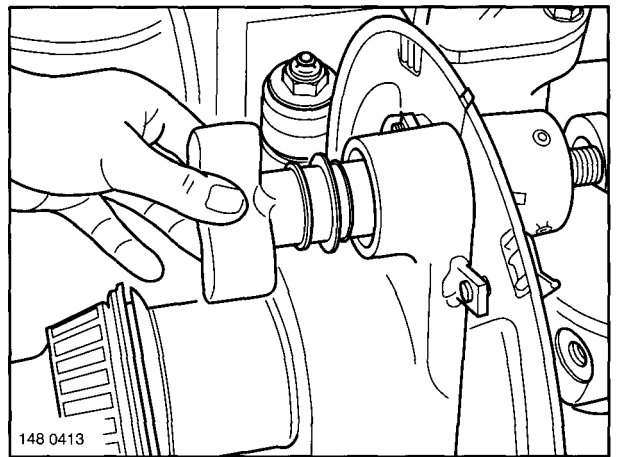
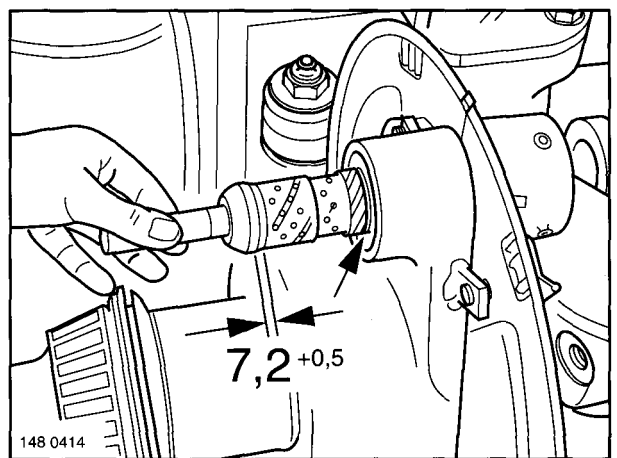

Fig. 13
Fig. 14
- (1) Remove the hub cap and spread or take out the brake shoes (see the workshop handbooks for the corresponding rigid axles).
- (2) Unscrew the lock nut from the brake camshaft. Pull off the slack adjuster.
- (3) If necessary, take the circlip out of the groove in the brake camshaft.
- (4) Withdraw the brake camshaft from its bearing (Fig. 13).
- (5) Remove the sealing washers from the brake camshaft and fit new ones.
- (6) Check the bushes in the brake carrier and change them, if necessary. Press in new outer bushes with ring groove (Fig. 14/arrow), facing the lubrication nipple, using a driver mandrel (BPW No. 05.001.04.04.0). The bush must finish 7.2 + 0.5 mm inside the brake carrier housing (Fig. 14). Firmly drive the new inner short bush into the brake carrier.
- (1) Démontez le moyeu de roue, écartez les mâchoires de frein ou les démonter (voir les manuels de réparation des essieux rigides correspondants).
- (2) Dévisser l'écrou de sûreté de l'arbre à came, enlever le réglage de levier de frein.
- (3) Le cas échéant, retirer la bague d'arrêt de la rainure de l'arbre à came.
- (4) Extraire l'arbre à came de frein de son palier (figure 13).
- (5) Enlever de l'arbre à came les rondelles d'étanchéité et les remplacer par des neuves.
- (6) Contrôler les douilles dans le support de frein et les remplacer si nécessaire. A l'aide du mandrin (n° BPW 05.001.04.04.0), emmancher la douille extérieure neuve, avec sa gorge orientée vers le graisseur (figure 14/flèche). Le coussinet doit dépasser vers l'extérieur de 7,2 + 0,5 mm (figure 14). Emmancher la douille intérieure neuve à ras, dans le support de frein.
- (1) Radnabe abbauen, Bremsbacken spreizen, ggf. abbauen (siehe Werkstatthandbücher der entsprechenden Starrachsen).
- (2) Sicherungsmutter der Bremsnockenwelle abschrauben, Gestängesteller abziehen.
- (3) Sicherungsring ggf. aus der Nut der Bremsnockenwelle herausnehmen.
- (4) Bremsnockenwelle aus der Lagerung herausziehen (Fig. 13).
- (5) Dichtringe von der Bremsnockenwelle abnehmen und durch neue ersetzen.
- (6) Buchsen im Bremsträger prüfen und bei Bedarf austauschen. Neue äußere Buchse mit Ringnut (Fig. 14/Pfeil) zum Schmiernippel weisend mit Treibdorn (BPW-Nr. 05.001.04.04.0) eintreiben. Die Buchse muß auf der Außenseite $7,2 + 0,5$ mm zurückstehen (Fig. 14). Neue, innere kurze Buchse bündig in den Bremsträger eintreiben. Nur mit leichten Schlägen arbeiten, ggf. Bremsträger gehalten.
- (7) Bremsnockenwelle in den Buchsen auf Gängigkeit prüfen, ggf. Buchsen nacharbeiten.